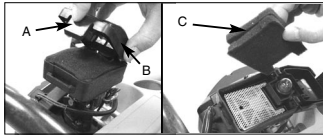

Fig. 6
1. Appuyez sur la touche (A) et maintenez le capot en position, retirez le capot (B) et le filtre à air (C) du boîtier de filtre à air (figure 6).